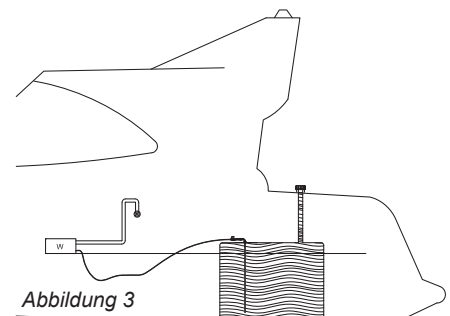

Abbildung 3
3. Brennstoffstand liegt über dem Brenner/Herd. Abbildung 3.